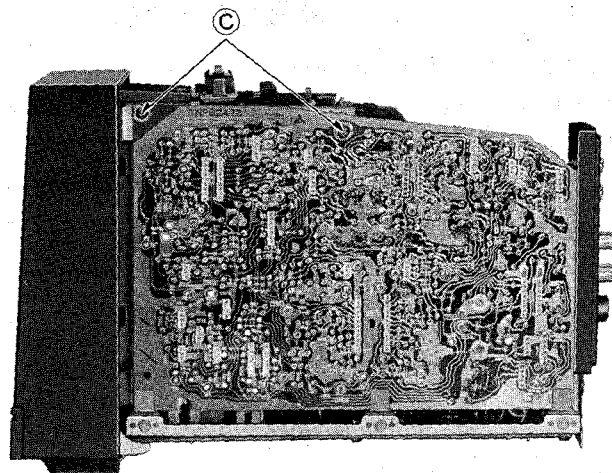

Fig. 3 Abb. 3
1. Remove 2 screws (C) as shown in fig. 3.
1. Die 2 Schrauben (C) entfernen, wie in Abb. 3.